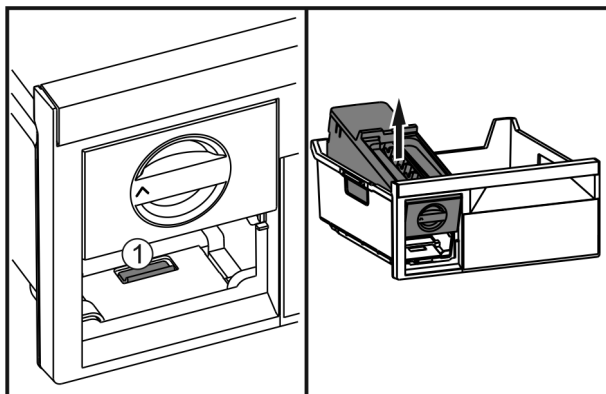

Fig. 50
- Pritisnite spono Fig. 50 (1), dvignite EasyTwist-Ice z zadnje strani in vzemite iz predala za zamrzovanje.